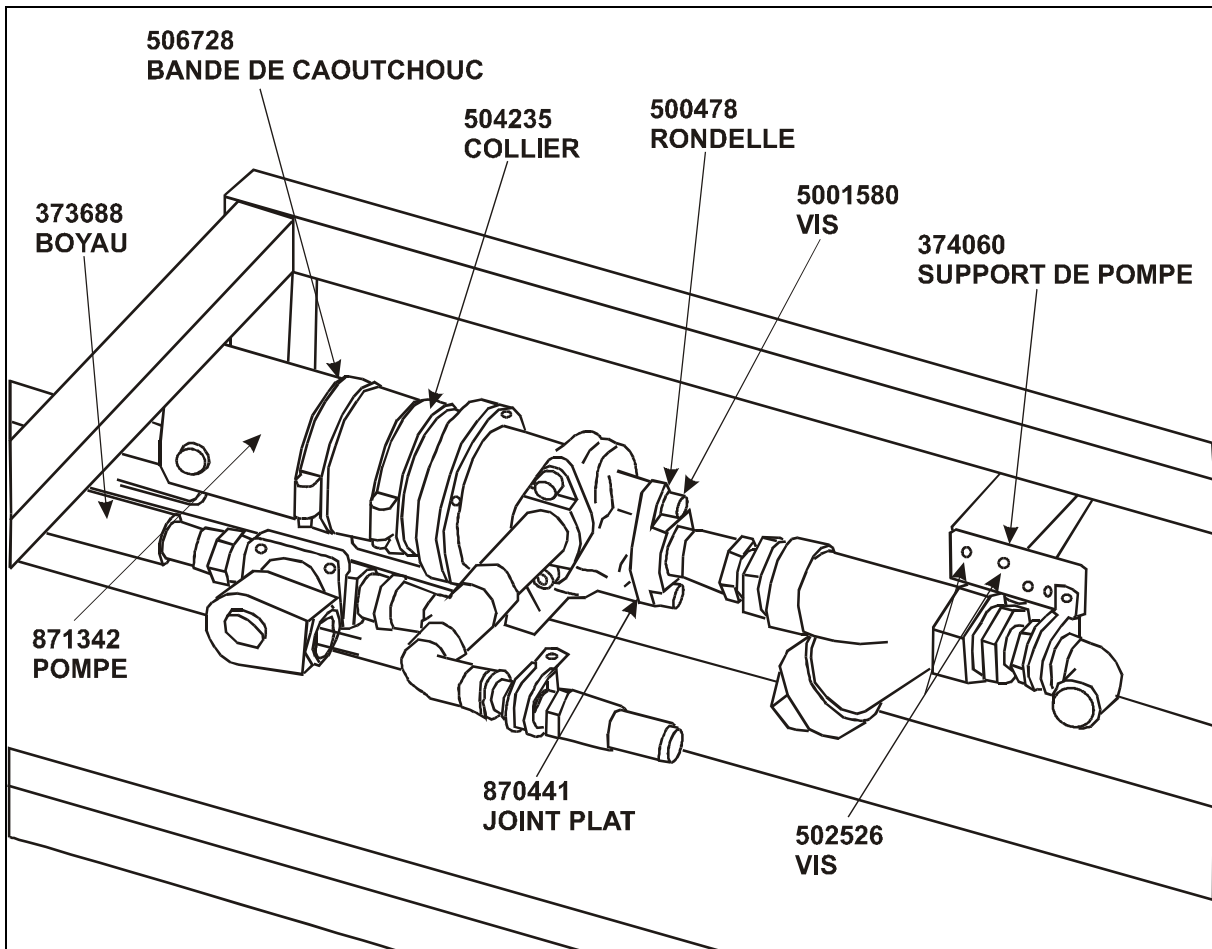

FIGURE 4
- Déplacer le collier de fixation «Adel» situé près de la crépine puis le fixer à l'aide des 2 vis (502526) sur le nouveau support de pompe (374060) (voir figure 4).
- Remplacer le boyau de sortie (373688) de l'électrovanne (voir figure 4).